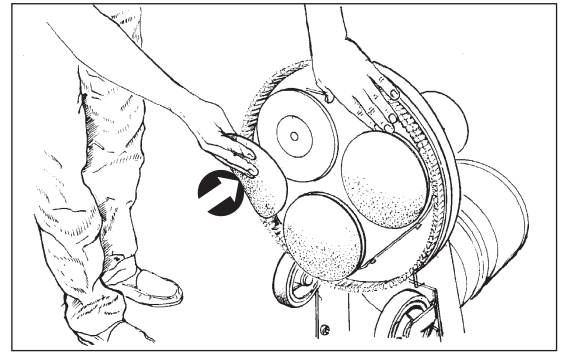

Figura 12
10. Montare o sostituire la carta abrasiva o il cuscinetto del disco abrasivo. La carta abrasiva o il cuscinetto devono sempre essere sostituiti se presentano rotture o usurati. Il cuscinetto deve sempre essere sostituito se il suo spessore è inferiore a 1/8". Per montare o sostituire la carta abrasiva o il disco abrasivo, seguire la procedura descritta di seguito. Vedere la Figura 12.